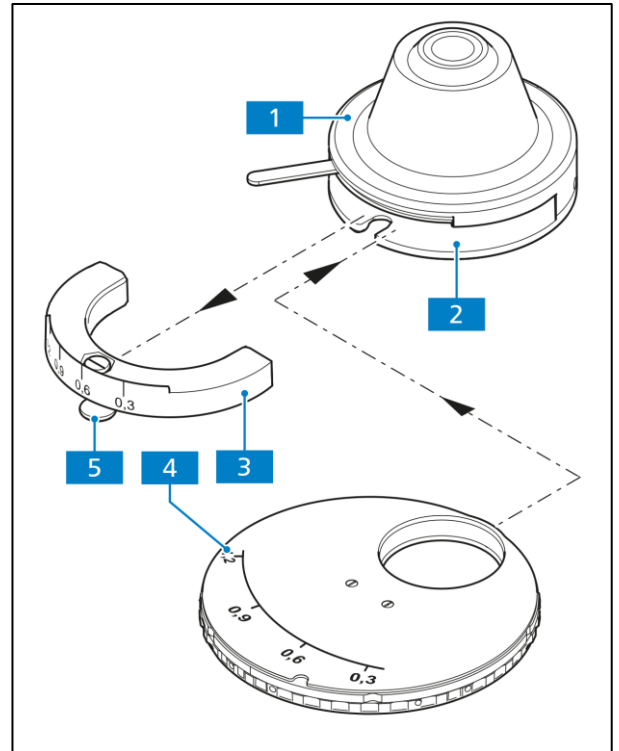

Abb. 3-30 Modulatorscheibe in Kondensor 0,9 H Pol
- Kondensor (Abb. 3-30/1) vom Kondensorträger abnehmen (siehe Abschnitt 3.1.8).
- Klemmschraube (Abb. 3-30/5) des Skalensegments (Abb. 3-30/3) des Kondensors mit Innensechskantschlüssel (SW 3) lösen und Skalensegment nach vorn herausziehen.
- Modulatorscheibe (Abb. 3-30/4) mit der zweizackigen Gabelöffnung voran in die Kondensoröffnung (Abb. 3-30/2) einschieben. Dabei darauf achten, dass die darin befindliche Führung beidseitig eingefasst wird. Die Führung dient als Anschlag für die Modulatorscheibe. Gleichzeitig ist darauf zu achten, dass sich der Zapfen der Klemmschraube der Modulatorscheibe in der Orientierungsnut des Kondensors befindet.